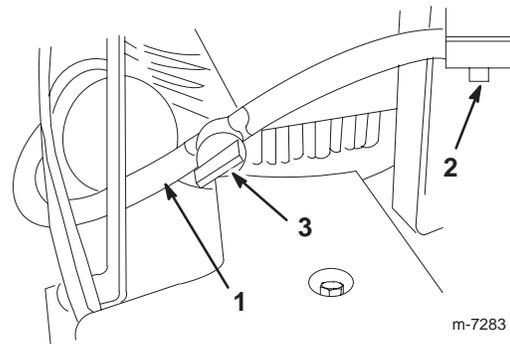

Figure 4
4. Enlevez le bouchon rouge à l'extrémité de la conduite d'alimentation et du raccord coudé sur le réservoir de carburant (Fig. 4).
5. Raccordez l'extrémité de la conduite d'alimentation au raccord coudé (Fig. 4).
6. Fixez la conduite en position à l'aide du collier (Fig. 4).